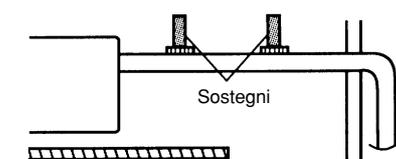

Fig. 3-42
- Non applicare sforzi eccessivi agli attacchi dell'unità durante il collegamento della tubazione di drenaggio. Sostenere la tubazione con adeguati agganci il più vicino possibile all'unità (Fig. 3-42).